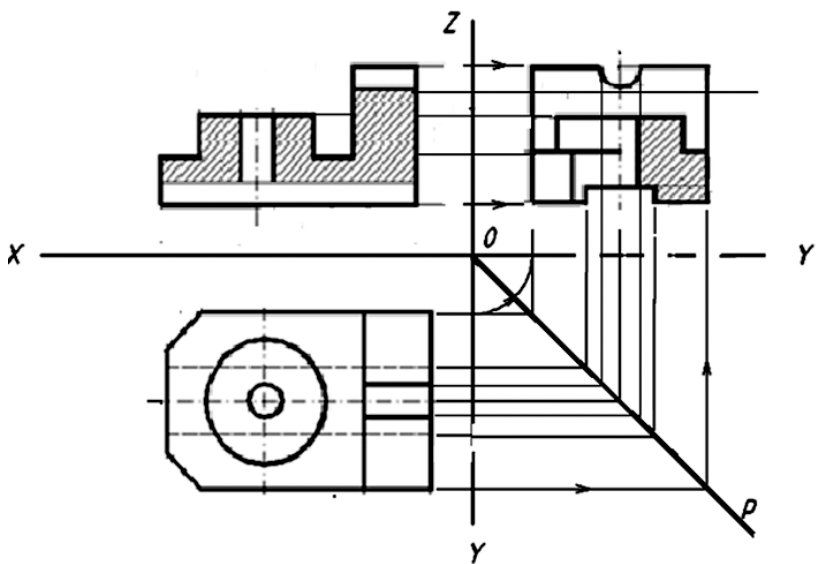

Рис. 6.2. Построение вспомогательных осей
3. Построить третье изображение — вид слева (рис. 6.2). Для построения третьего вида необходимо определить, какие линии чертежа целесообразно принять за базовые для отчета размеров изображения предмета.